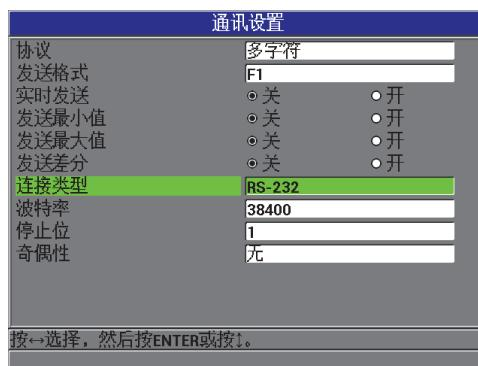

图 8-3 通讯设置屏幕 — RS-232
4. 在**通讯设置**屏幕上 (参见第 139 页的图 8-3), 将**连接类型**设置为**RS-232**, 以显示 RS-232 参数。